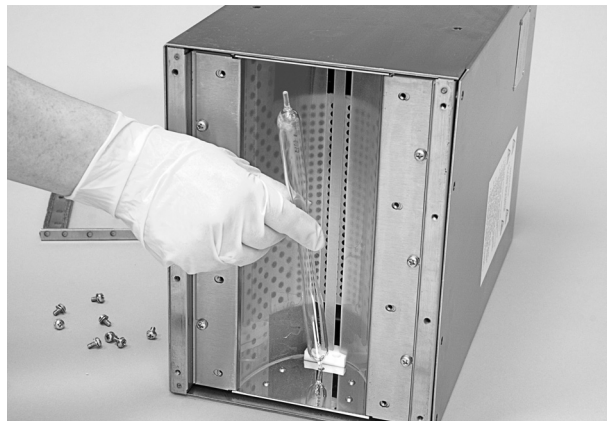

Abb. 5-4   Kolben abnehmen
4. Siehe Abbildung 5-4. Die Enden des Kolbens fassen und den Kolben nach einer Seite hin drücken. Ein Ende des Kolbens aus der Halteöffnung heben; das andere Ende sollte sich aus der anderen Halteöffnung lösen.